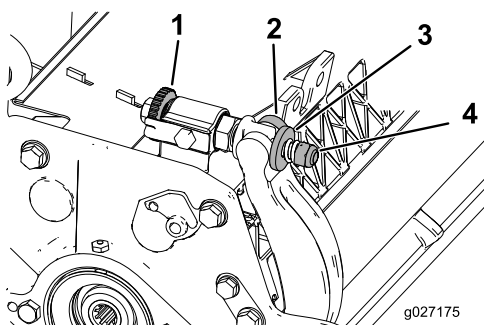

Рисунок 23
1. Поверните регулировочные винты планки неподвижного ножа против часовой стрелки, чтобы отодвинуть неподвижный нож от барабана (Рисунок 23).
2. Ослабьте гайку натяжения пружины так, чтобы шайба не нажимала на планку неподвижного ножа (Рисунок 23).